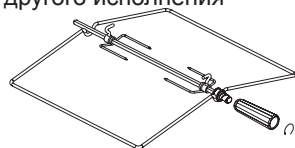
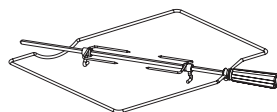

рис. 10
рис. 10.1
■ Плиты комплектуются вертелом со съемной рукояткой (рис.10). В зависимости от комфортности плиты могут комплектоваться вертелами другого исполнения (рис.10.1). При установке и извлечении использовать рукоятку, которая накручивается на резьбовую втулку.